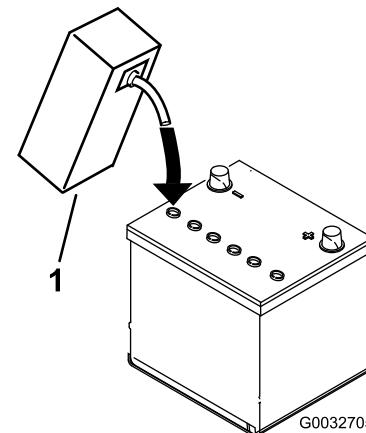

Рисунок 5
3. Осторожно заливайте электролит в каждую ячейку до уровня над пластинами примерно 6 мм (Рисунок 5).
4. Подождите примерно 20-30 минут, пока электролит не впитается в пластины. При необходимости доливайте электролит до уровня, не доходящего примерно 6 мм до низа заливного отверстия (Рисунок 5).